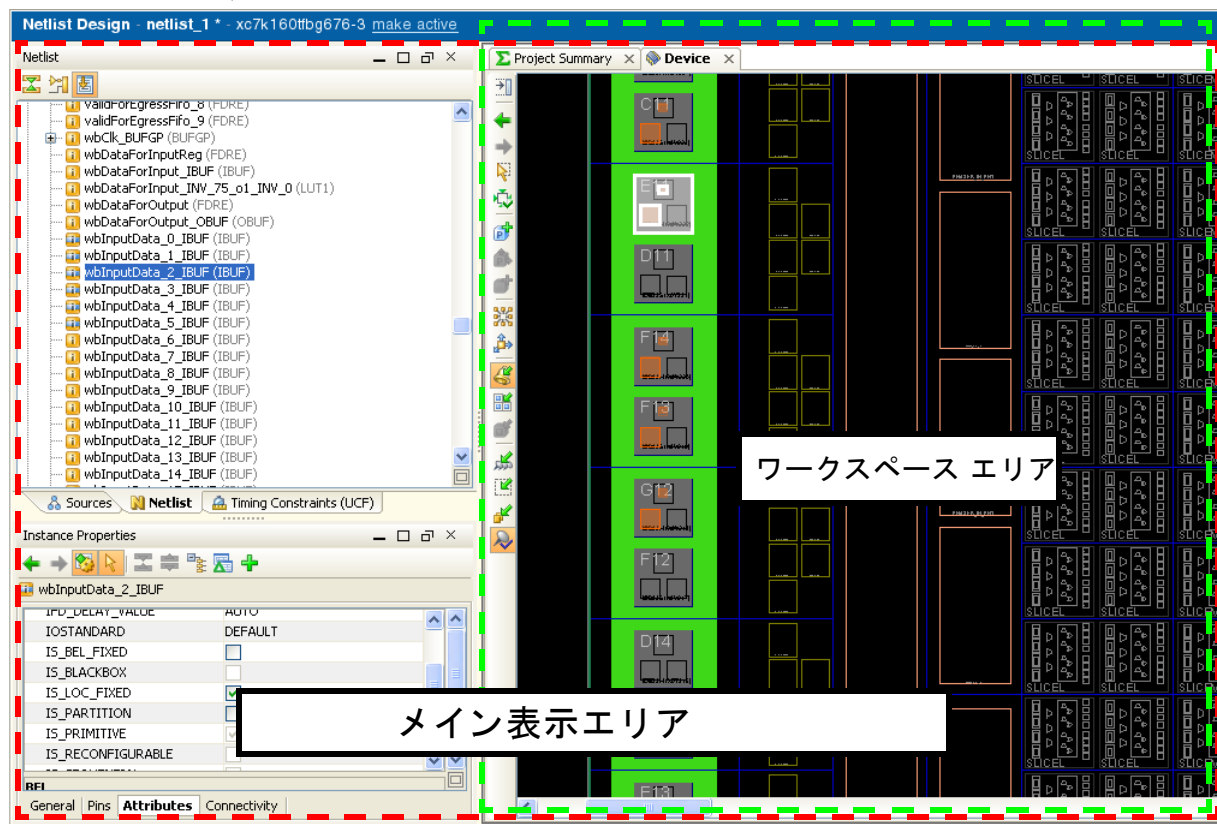

図 4-3：メイン表示エリア
5. メイン表示エリア : [Project Summary] およびデザインのその他のビューを表示します。メイン表示エリアでは、図 4-3 に示すように、[Sources]、[Netlist]、および [Properties] ビューな